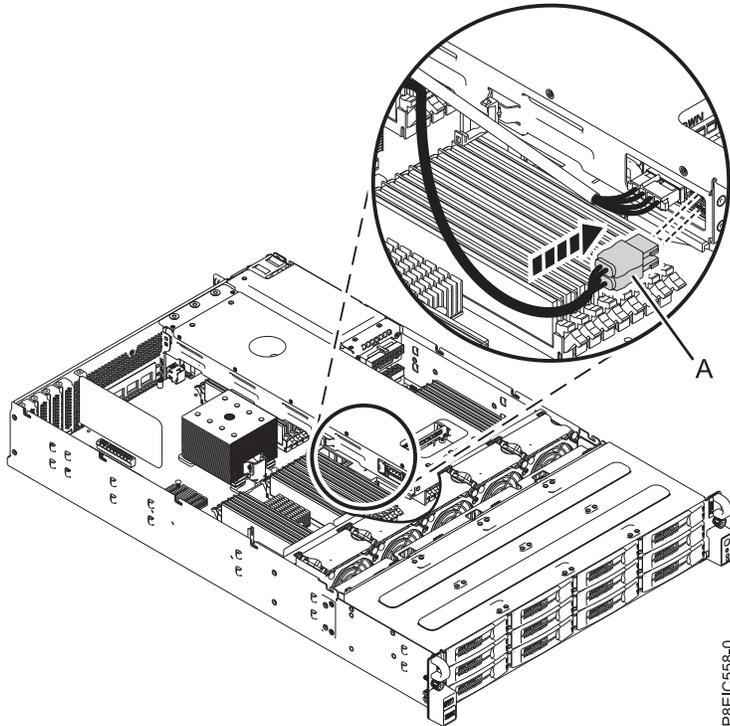

Figura 42. Conexión del cable de señal de la unidad a la conjunto de bandejas de unidad posterior
3. Conecte el cable de señal de unidad (A) a la conjunto de bandejas de unidad posterior, tal como se indica en Figura 42 en la página 38.